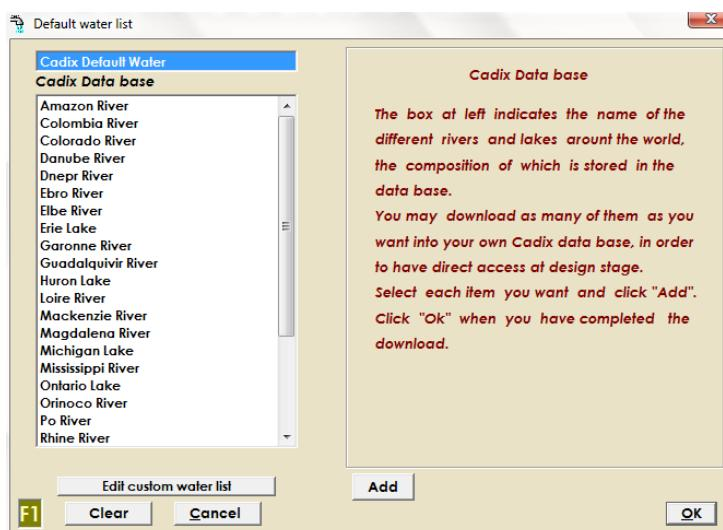

Figura 5.49: Bases de datos de diferentes ríos y lagos del mundo
- “Download typical analysis”: descargar el análisis típico. Ésta opción permite descargarte la composición del agua de diferentes ríos o lagos del mundo, que están incluidos en la lista de la base de datos de CADIX. Desde la ventana de la figura 5.49 se seleccionan los ríos o lagos que se quiera a la izquierda y se le da a “Add” para añadirlas a nuestro programa, una vez añadidas todas las que se quieran pulsar “Ok” para confirmar y salir.